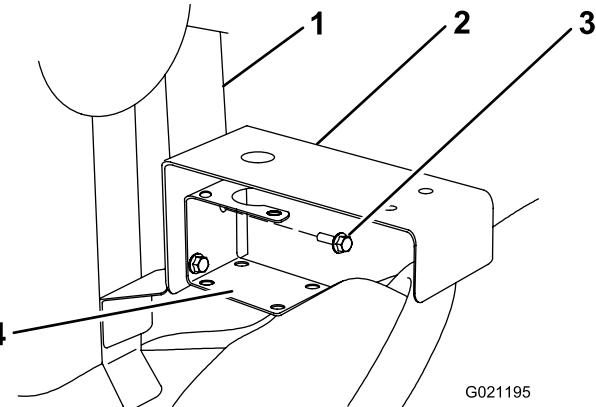

Bild 7
7. Befestigen Sie das Regelventil zwischen der Halterung des Zufuhr-T-Anschlusses und dem Fahrzeug (Bild 7).
8. Befestigen Sie die Halterung des Zufuhr-T-Anschlusses und die Regelventilhalterung mit den in Schritt 6 entfernten Schrauben am Befestigungsrahmen (Bild 7).